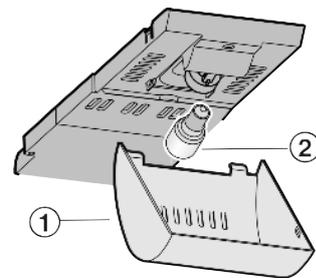

Fig. 14
- ▶ Afferrare il coperchio Fig. 14 (1) anteriormente e sganciare dietro.
- ▶ Sostituire la lampadina Fig. 14 (2).
- ▶ Inserire nuovamente il coperchio Fig. 14 (1).